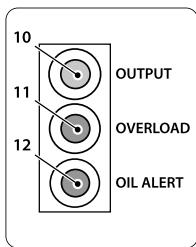

рис. 7
Индикатор переменного тока (10) (зеленый) (рис. 7) сигнализирует о включенном генераторе и его нормальной работе.
Индикатор перегрузки (11) (красный) (рис. 7) загорается, когда фиксируется перегрузка или возрастает выходное напряжение генератора.
Индикатор низкого уровня масла (12) (красный) (рис. 7) сигнализирует об уровне масла ниже допустимого. Когда уровень масла падает ниже минимального, двигатель автоматически останавливается, при этом выключатель двигателя остается в положении «ON» (включено). Двигатель не запустится, пока не будет добавлено необходимое количества масла.